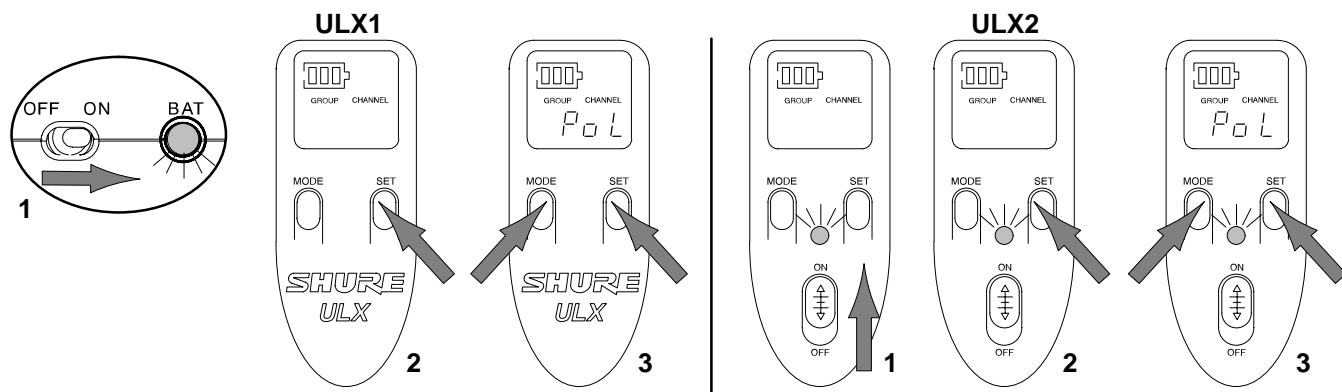

FIGURE 35
2. Tout en maintenant le bouton «SET» enfoncé, appuyer sans relâcher sur le bouton «MODE» jusqu'à ce que «Po L» apparaisse à l'écran. Voir figure 35. Cet affichage indique que l'interrupteur «ON/OFF» est verrouillé. Le transmetteur reste sous tension même quand l'interrupteur «ON/OFF» est en position «OFF».